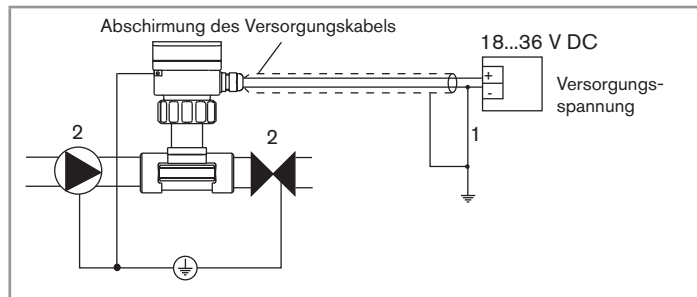

Bild 15: Erdung des Gerätes
- Den Minuspol der Stromversorgung an die Erde anschließen, um die Auswirkungen von Gleichströmen zu unterdrücken. Wenn die Verbindung nicht direkt vorgenommen werden kann, kann ein Kondensator mit 100 nF/50 V zwischen Minuspol der Stromversorgung und Erde geschaltet werden (Punkt 1 Bild 15).
- die verschiedenen Instrumente aus Metall (Ventil, Pumpe usw.) (Punkte 2 Bild 15), die sich in der Nähe des Gerätes befinden, an die selbe Erde anschließen.
- Stromauf- und -abwärts des Gerätes Metallstücke (nicht mitgeliefert) in die Kunststoffrohre einführen (Punkte 2 Bild 15).
- Diese Metallstücke mit derselben Erde verbinden (Bild 15).